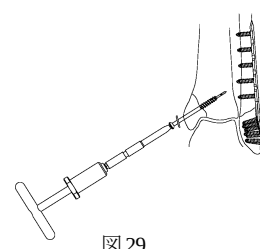

図 29
- 6) ガイドピン計測値より数 mm 差し引いた長さのスクリーを選択します。ヘクスローブ 15 中空パワービンドライバーの後端に T ハンドル (S) を装着し, ガイドピンを介して挿入します。 (図 29) 必要に応じワッシャーを併用します。